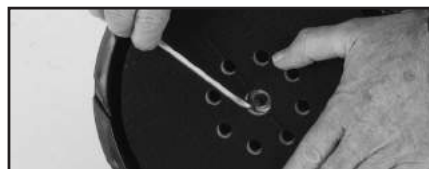

Fig. 11
- Sujete la almohadilla de refuerzo con la palma de una mano y afloje el tornillo de cabeza hueca usando la llave hexagonal de 5 mm suministrada con la otra mano. **(Fig. 11)**